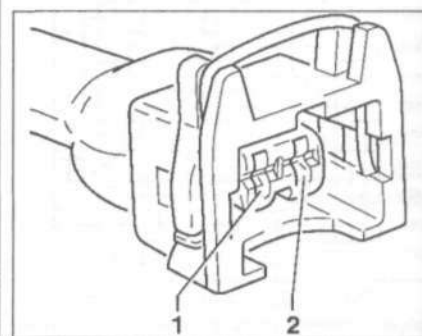

Рис. 6.93. Проверьте провод между тестером и разъемом на разрыв цепи.
- проверьте провод между тестером и разъемом на разрыв цепи: контакт 1 + гнездо 12, контакт 2 + гнездо 11 (рис. 6.93). **Заданное значение:** 1.5 Ом;
- проверьте провод между тестером и разъемом на разрыв цепи: контакт 1 и гнездо 62, контакт 1 и гнездо 55 (рис. 6.93). **Заданное значение:** 1.5 Ом;